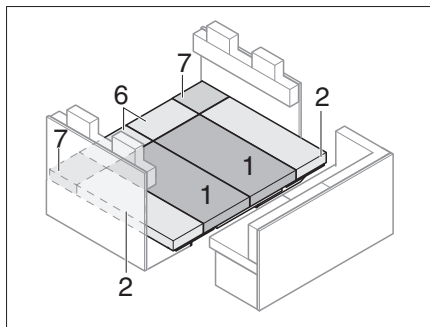
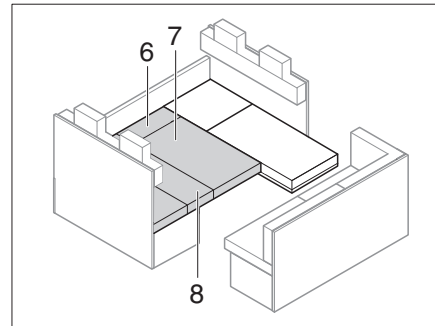

Fig. 203 Après la transformation
Fig. 207 Après la transformation
- Placer les coussins d'assise, les dossiers et les coussins supplémentaires comme montré en Fig. 203.
- Placer les coussins d'assise, de dossier et supplémentaire comme montré dans les illustrations Fig. 203 à Fig. 207.